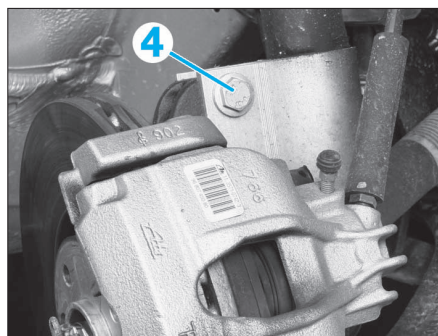

FIG. 4
- Replacer le pivot dans le corps d'amortisseur et le maintenir à l'aide d'une vis (4) (Fig.4).